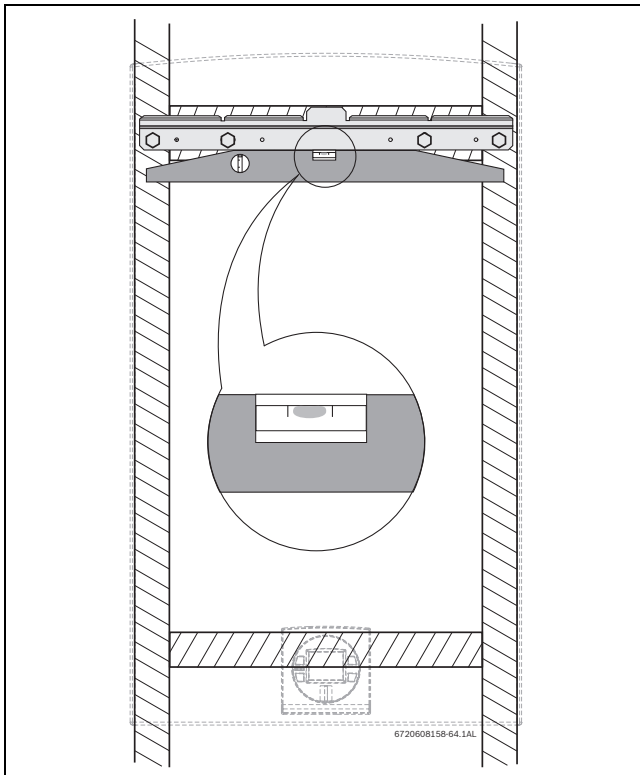

Fig. 30 Nivelación del soporte de montaje de pared
- ▶ Fije el soporte de montaje en pared suministrado con el calentador a la superficie de una pared. El calentador debe mantenerse nivelado en la superficie de la pared, consultar fig. 30, página 27.